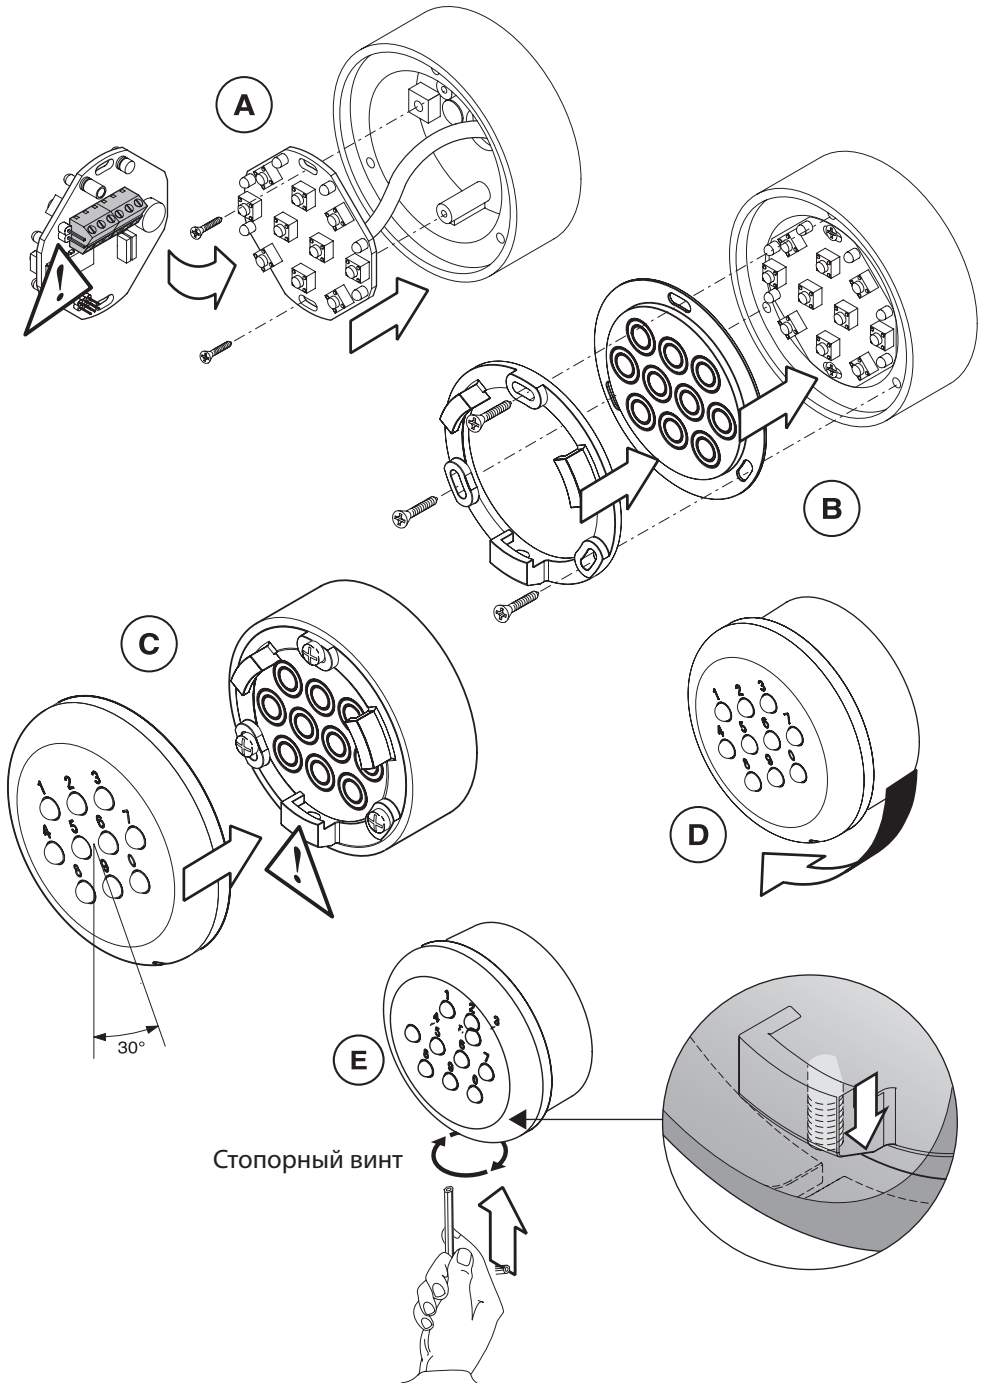

Рис. 3
JP2 открыт напряжение $\sim/=\pm 24В$ (Рис. 3)
- Для дополнительной информации пользуйтесь инструкцией по эксплуатации блока управления. Подключите последовательную линию по схеме на Рис. 3 к блокам управления от кнопочной панели